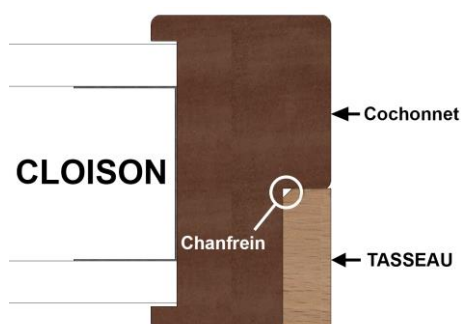

Figure 1
5.3.1.1. CAS AVEC FEUILLURE OU FEUILLURE ET CONTRE FEUILLURE SUR MONTANTS ET TRAVERSE (SECTION MINI 118x56) - figures 1 & 2 -
- **Tasseau dans feuillure/contre feuillure :** Retirer le film adhésif du double-face et positionner le tasseau d'habillage de manière à avoir le chanfrein en fond de feuillure (voir **figures 1 & 2** à la page 9).
- **Tasseau dans feullure/contre feullure** : Retirer le film adhésif du double-face et insérer le tasseau d'habillage entre les deux autres tasseaux déjà en place sur les montants, côté double face contre le cochonnet de la traverse de l'huissérie existante (voir **figures 1 & 2** à la page 9).
*(voir **Figures 1 à 5** à la page 9)